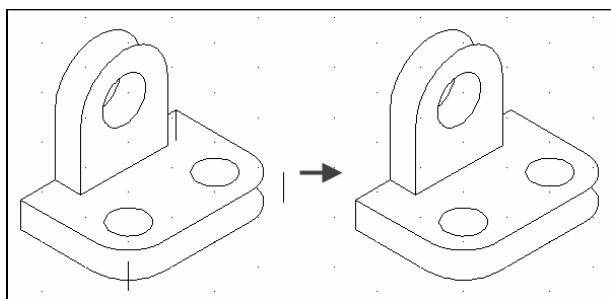

图 7-17 修剪直线和圆弧并删除多余的直线段
(12) 修剪直线和圆弧并删除多余的直线段, 结果如图 7-17 所示。
注意 读者在这里可能会问：为什么不采用 Fillet（圆角）命令来绘制如图 7-17 所示的过渡圆角呢？根据轴测圆的特点，采用“圆角”方法是行不通的，大家可以尝试一下，看看结果如何。